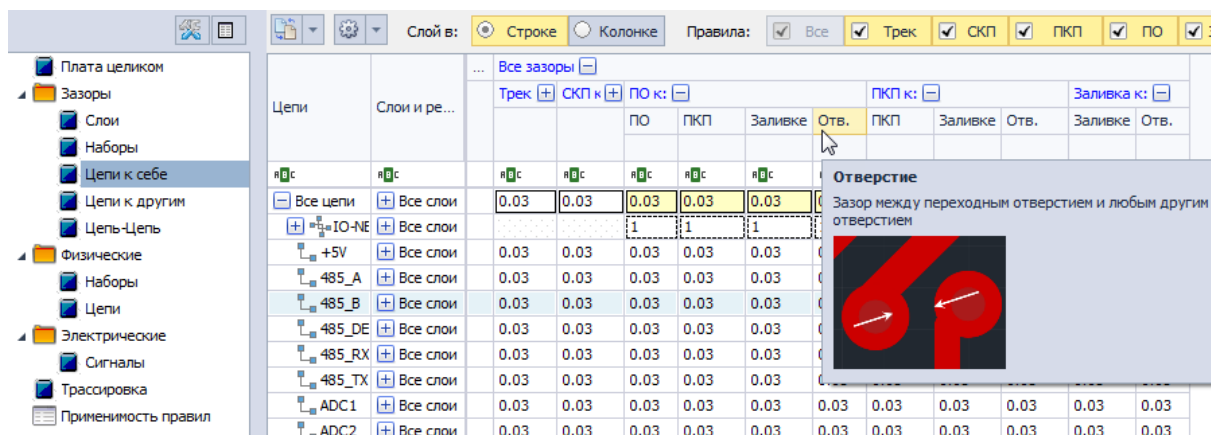

Рис. 19 Зазор между переходным отверстием и отверстием
- Зазор между По и отверстием обозначается как «ПО к Отв.», см. Рис. 19. Зазор определяет область вокруг переходного отверстия (рассчитывается от края контактной площадки ПО), в которой не может присутствовать какой-либо элемент любого отверстия.